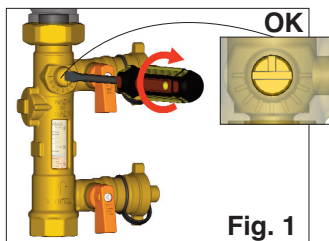

Fig. 1
- Au moyen d'un tournevis, tourner la vis indiquée à la fig. 1 jusqu'à la position correcte ;